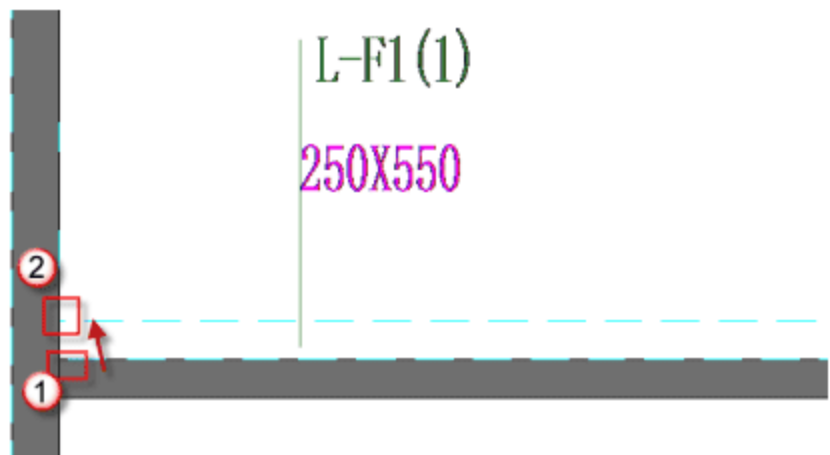
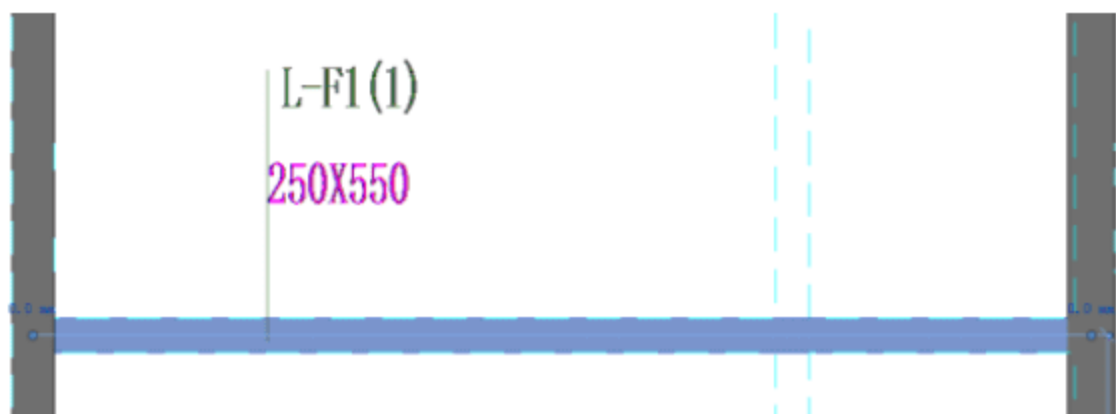

图 5.1.25 调整 L-F1 位置
图 5.1.26 L-F1 绘制完成图
**注意：**绘制屋次梁时，常常出现绘制的屋次梁与实际定位出现偏移的问题，此时可以先绘制出所需的屋次梁，然后按快捷键 M+V，将屋次梁移动到准确位置，如图 5.1.25 所示，将 L-F1 从①位置移动到②位置。移动完成后如图 5.1.26 所示。